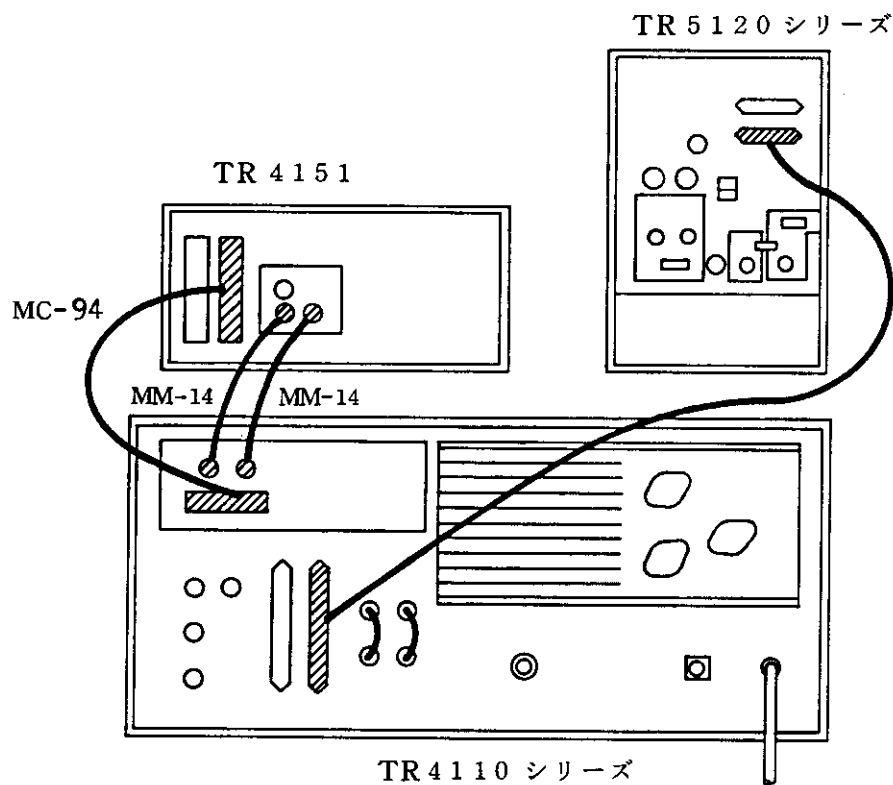

図 3-5 背面パネルの接続
- (1) 第 3-3 項で説明したように、本器とトラッキング・スコープ本体を接続ケーブルで接続し、エレクトロニック・カウンタの背面パネルの **TRACKING SCOPE CONT.** コネクタ、**DATA OUT** または **CODE OUT** コネクタと本体の **OUTPUT** コネクタ間を、コントロール・ケーブルで接続します。(図 3-5 参照)
- (2) コントロール・ケーブルは、当社のエレクトロニック・カウンタによって異なります。
- (4) CRT ディスプレイ上のあるポイントの周波数を読むときは、背面パネルの各コネクタを、図 3-5 のように接続した後、本器の正面パネルの **AUX. OUTPUT** コネクタとカウンタの **INPUT** コネクタを接続します。
- (5) マーカ点を、本体の **MARKER POSITION** つまみで、測定したいポイントに合わせますと、そのポイントの周波数を測定できます。
- (6) 本器の **AUX. OUTPUT** コネクタとカウンタの **INPUT** コネクタ間を接続するケーブルが無い場合は、トラッキング・スコープ本体の **SCAN MODE** スイッチを、**MANUAL** に設定しますと、輝点の周波数が測定できます。
背面パネルの接続は、図 3-5 のようにします。